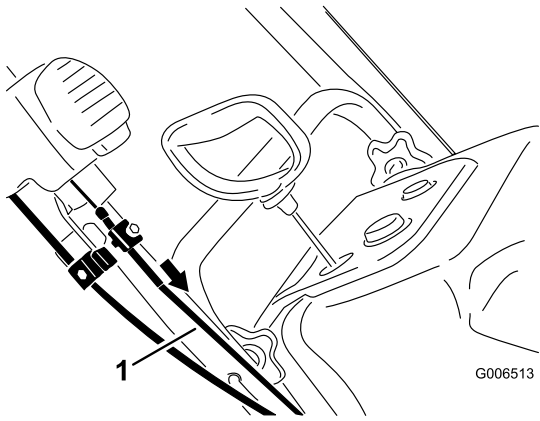

Figure 35
5. Tirez la gaine du câble supérieur vers l'avant pour supprimer le mou, puis serrez la vis du serre-câble solidement (Figure 35).